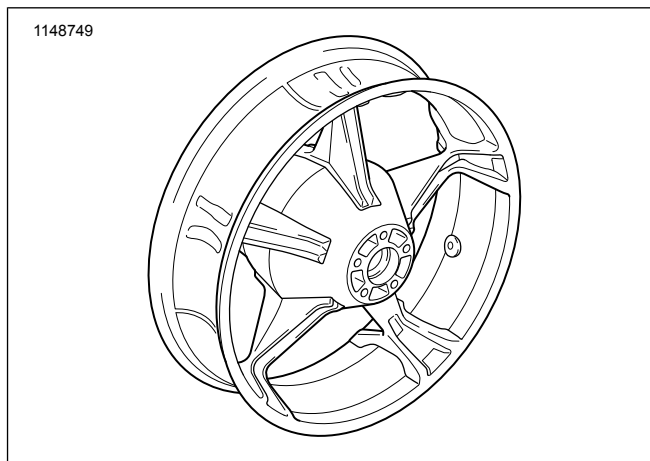

Figure 1. Pièces de rechange : Roues arrière Aggressor
Voir Figure 1 et Tableau 1.
2. Voir Figure 1. Poser l'ensemble de tige de soupape (H) sur la roue. Consulter le manuel d'entretien.